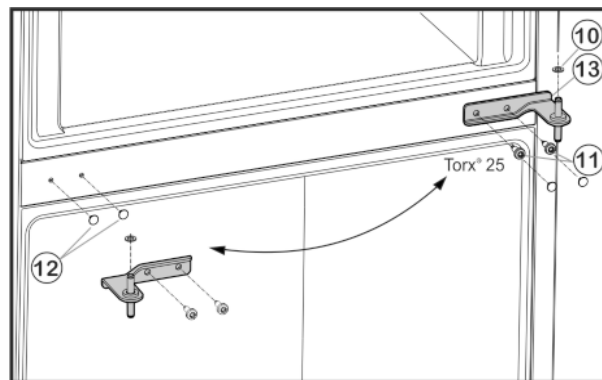

Fig. 6
- ▶ Sejměte opatrně kryty Fig. 6 (12) a na protější straně je opět nasad'te.